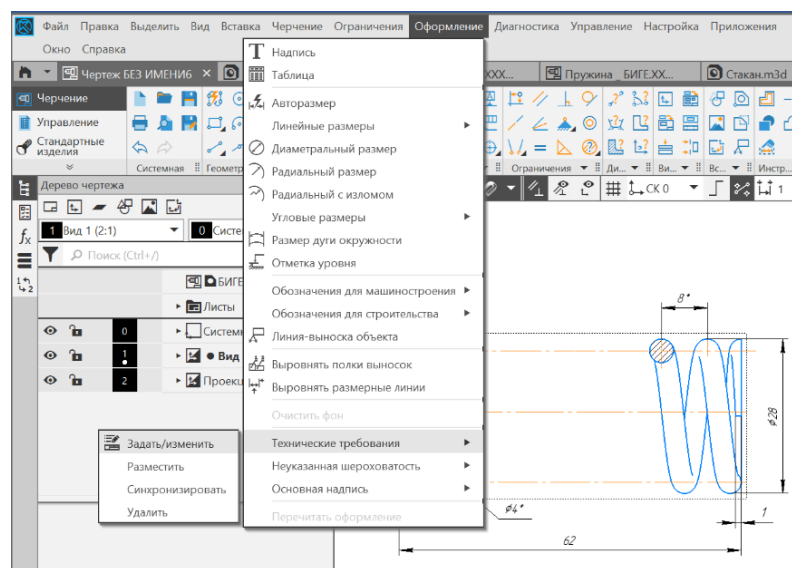

Рис. 13 Команда «Технические требования»
- Черчение – Оформление – Технические требования – Задать/Изменить (рис. 13).